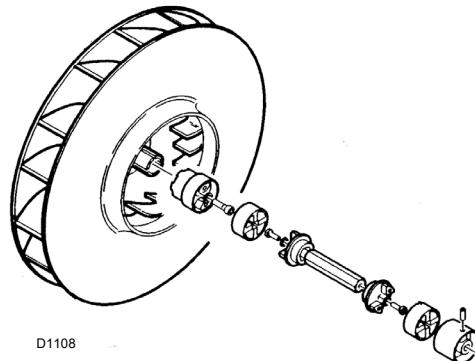

Fig. 29
**Possible sustitución bomba o acoplamientos (Fig. 29)**
Montar respetando las indicaciones de las figuras (Fig. 29)